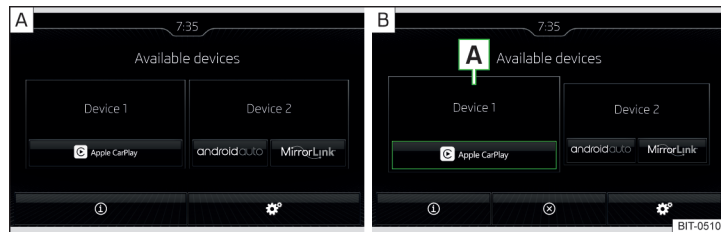

Fig. 218 Menú principal: ninguna conexión / ejemplo de una conexión activa
- Seleccionar en el menú principal SmartLink el equipo externo conectado y dado el caso el tipo del sistema de comunicación » fig. 218 - **A**.
- Para finalizar la conexión, pulsar en el menú principal SmartLink la superficie funcional ⊗ » fig. 218 - **B**.